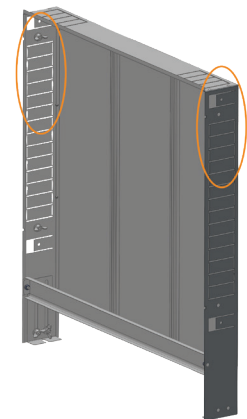

Figura 2: Retirar los orificios ciegos
1. Retire los orificios ciegos (si es necesario) para el acceso de las líneas de suministro y retorno (véase la **Figura 2**).